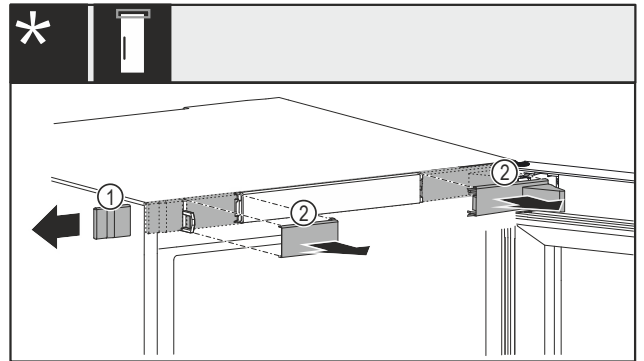

Fig. 14 Met mechanisch of elektrisch slot*
- ▶ Afdekking Fig. 14 (1) voorzichtig aan de zijkant wegnemen.*
- ▶ Afdekkingen Fig. 14 (2) voorzichtig naar voren toe wegnemen.*